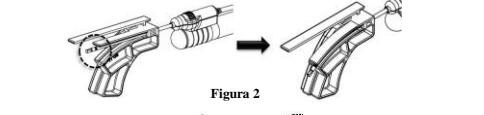

Figura 2
- Certifique-se de que a mais larga das duas listas pretas na câmara se estende para além da extremidade da aba de flexão antes de dobrar (Figura 2). Se esta lista não se estender para lá da extremidade da aba, a broca aspiradora pode não funcionar adequadamente depois de dobrada.
NOTA: A ponta da câmara para as brocas aspiradoras de 15ga, 10cm e 13ga, 10cm não se prolonga além da aba dobrada, como ilustrado na *Figura 2*. Para estas brocas aspiradoras, basta inserir-las (até não entrarem mais) na ferramenta de flexão antes de dobrar.